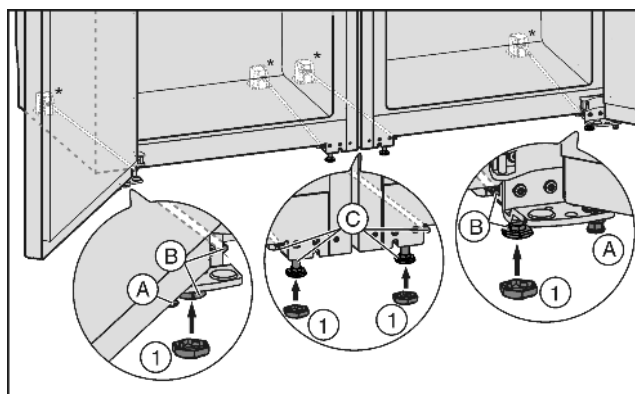

Fig. 4
- ▶ При необходимости полностью закрутите установочные ножки Fig. 4 (A) с передней стороны обоих устройств, чтобы они не касались пола.
- ▶ Насадите колпачки Fig. 4 (1) на четыре передние установочные ножки.
- ▶ Закрутите средние установочные ножки Fig. 4 (C), чтобы они не касались пола.
- ▶ Выровняйте комбинацию с помощью внешних установочных ножек Fig. 4 (B).
- Опустите средние установочные ножки *Fig. 4 (C)* пока они не соприкоснутся с полом.
- После этого подприте подпорками дверь: Опустите установочные ножки *Fig. 4 (A)* на опорном кронштейне до их соприкосновения с полом, после этого поверните их на 90°.